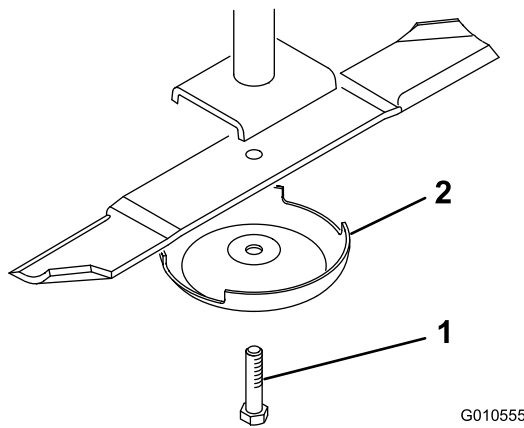

図 24
4. ぼろきれや厚いパッドの入った手袋を使ってブレードの端部をしっかりと握る。スピンドルのシャフトからブレードボルト、芝削り防止カップ、ブレードを取り外す（図 24）。